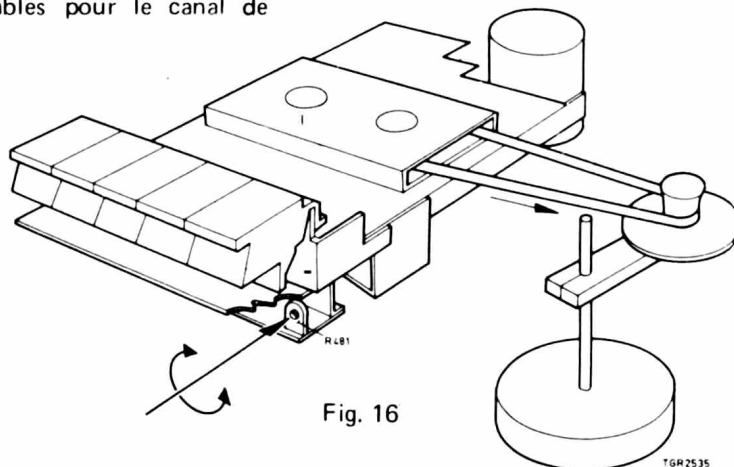

Fig. 16
- Placer un stroboscope à côté de l'appareil, le régler à la hauteur correcte et en passer la bande, voir fig. 16. La vitesse de bande doit s'élever à  $4.75 \text{ cm/sec} \pm 2 \%$ .